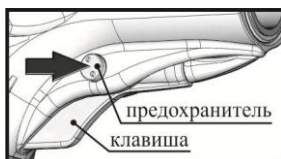
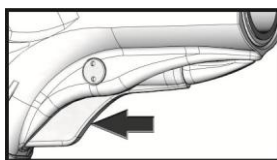

Рисунок 4 – Снятие с предохранителя
Рисунок 5 – Взведение пускового крючка
6.3.2 Приняв решение о выстреле, снимите оружие с предохранителя: сместите кнопку предохранителя влево (см. рисунок 4) и нажмите средним пальцем на клавишу (см. рисунок 5). При этом произойдёт взведение пускового крючка и включится ЛЦ.